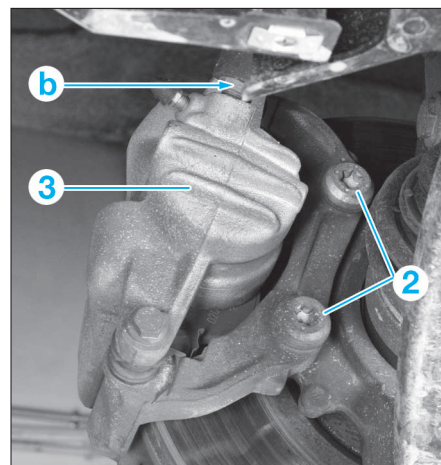

FIG. 8
- Déposer l'écrou (1).
- Désaccoupler le raccord flexible en "b" (Fig.8).
- les vis (2)
- l'étrier de frein avec son support (3).
- les vis (2) (Fig.8).